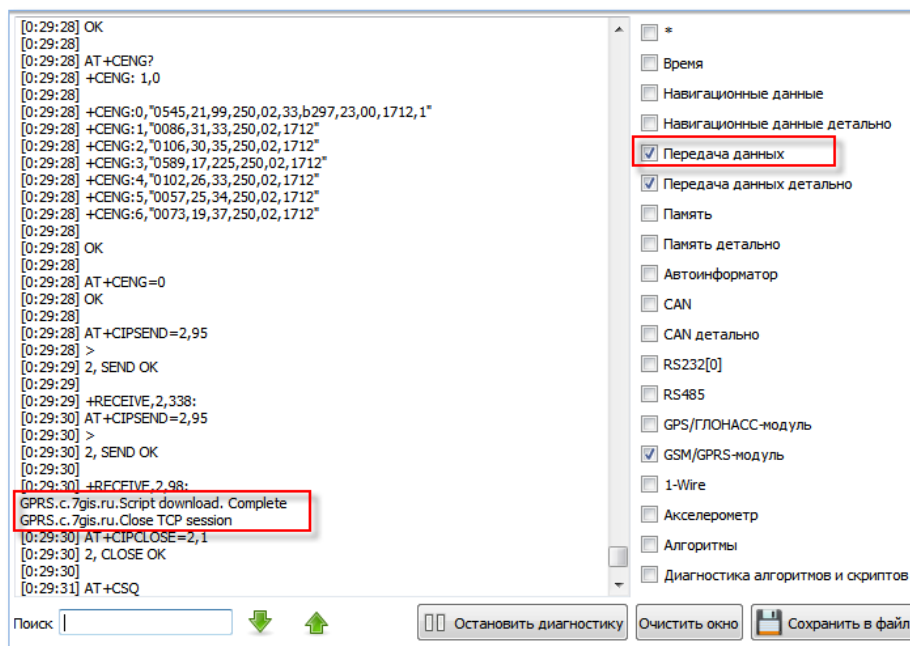

Рисунок 14. Подтверждение загрузки алгоритма
8. Перейдите на вкладку «Диагностика», выберите элемент «Передача данных» и дождитесь подтверждения загрузки алгоритма терминалом: «GPRS.c.7gis.ru.Script download. Complete» (Рис. 14).